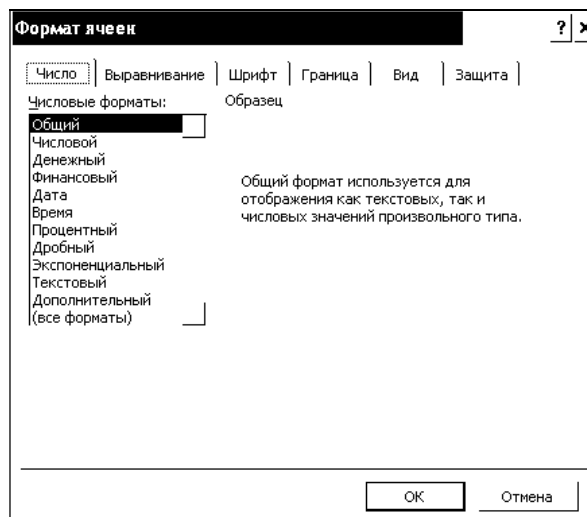

Рисунок 1.4 – Вікно формату комірок
**Формат комірок.** Інформація, введена в елемент таблиці, може бути представлена по-різному. Для вибору формату даних комірки використовується діалогове вікно “**Формат ячеек**” (“**Формат** → **Ячейки**” або **Ctrl+1**). Перш ніж виконувати в **Excel** команду, необхідно виділити комірку або область комірок, на яку повинна поширюватися дія цієї команди. Сказане справедливе відносно команд форматування. Якщо діапазон комірок не виділений, то параметри форматування привласнюються активній комірці. Якщо вікно “**Формат ячеек**” викликається вперше, то відкривається його вкладка “**Число**”, ліворуч якої знаходиться список форматів, які можна використовувати (рис. 1.4).
можна використовувати (рис. 1.4).